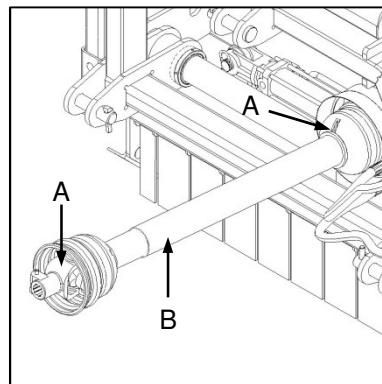

Fig. 7
- ✓ Apply grease to the universal joints (Fig. 7-A) and telescopic tubes (Fig. 7-B) of the PTO shaft.
- ✓ Ghries die kruiskoppelings (Fig. 7-A) en teleskopiese buise (Fig. 7-B) van die kragaftakkeras.